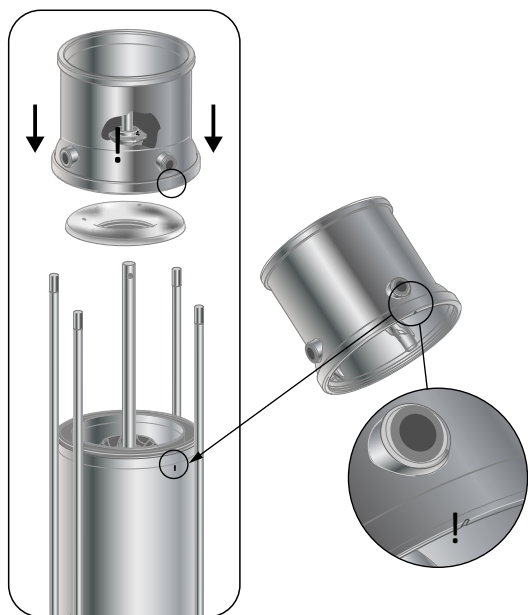

Рис. 2 Совмещение крышки (2), крышки (2b) и гильзы (55)
3. Установите нижнее уплотнение (105) в крышку (2b). См. раздел 4.1 *Моменты затяжки*.
4. Смажьте и установите новое кольцевое уплотнение (37) в крышку (2b).
5. Установите крышку (2) на гильзу (55).
Примечание. Проверьте центровку крышки (2) по меткам, нанесенным на гильзу (55). См. рис. 2.
Примечание. Установите крышку головной части (2) в точном соответствии с метками, нанесенными на крышку головной части (2), крышку (2b) и гильзу (55). См. рис. 2.